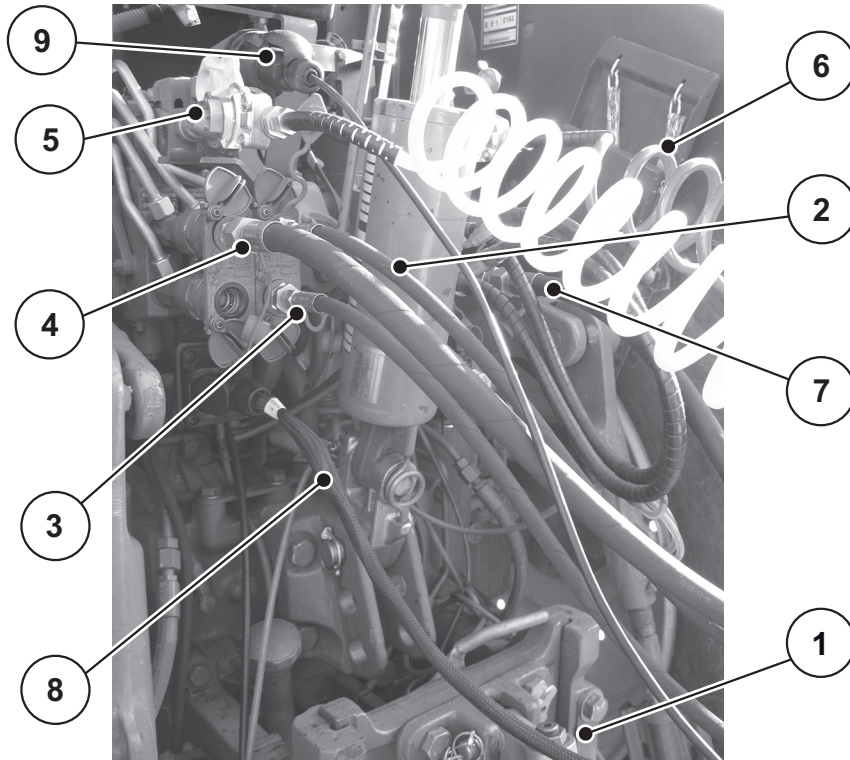

图 6.7: 连接顺序
有 2 种连接选型，插图 6.7 中显示了球头联轴器选型。
参见插图 6.7。
- 注意连接顺序：参见 插图 6.7。